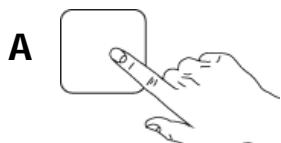

Fig.13
- 4- Cierre la puerta y pulse el botón "A" para encender la máquina. (Fig.13)